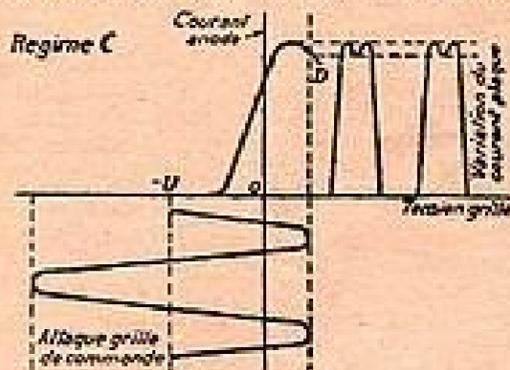

FIG. XIV-18
**3° Classe C (fig. XIV-18).**
nances du courant anodique (fig. XIV-18) est dû à la chute de la caractéristique  $I_p V_a$  du tube, chute provoquée par l'absorption par la grille, aux instants de son potentiel le plus positif, d'un certain nombre d'électrons qui ne peuvent plus atteindre l'anode. Mais, on peut limiter l'amplitude de l'attaque de grille afin de ne pas atteindre cette région (ou augmenter la polarisation).